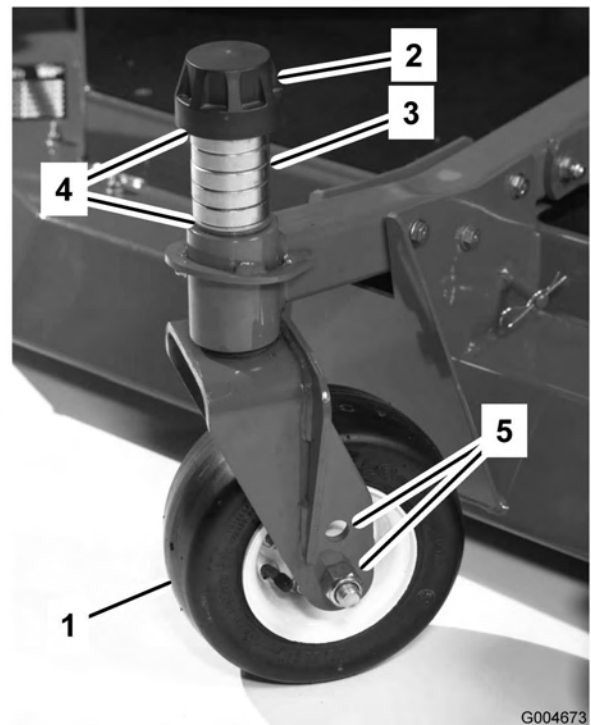

Bild 79
1. Entfernen Sie die Spannkappe von der Spindelwelle und ziehen die Spindel aus dem Laufradarm heraus (Bild 79). Stecken Sie die Beilagscheiben nach Bedarf um, um das Laufrad anzuheben oder abzusenken, bis das Mähwerk die korrekte Neigung erhalten hat.